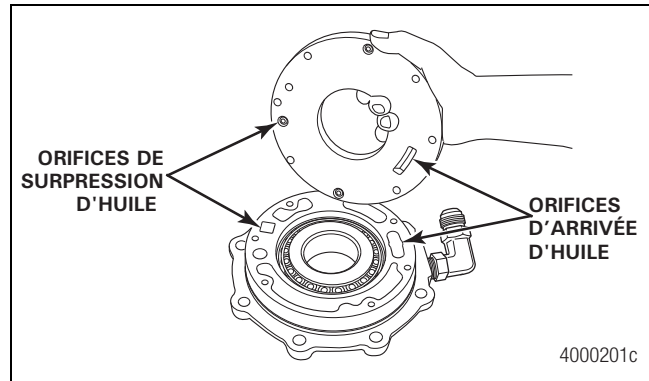

Figure 6.8
- A. Remplir de graisse l'orifice d'arrivée de la pompe à huile avant de l'assembler au logement de roulement d'arbre d'entrée. Figure 6.8.
- C. Installer le clapet de surpression et le ressort dans l'orifice de surpression du logement de roulement d'arbre d'entrée. Installer le ressort en orientant le plus gros diamètre vers le bas. Figure 6.7. Aligner les orifices d'arrivée d'huile de la pompe et du logement de roulement d'arbre d'entrée. Figure 6.8.